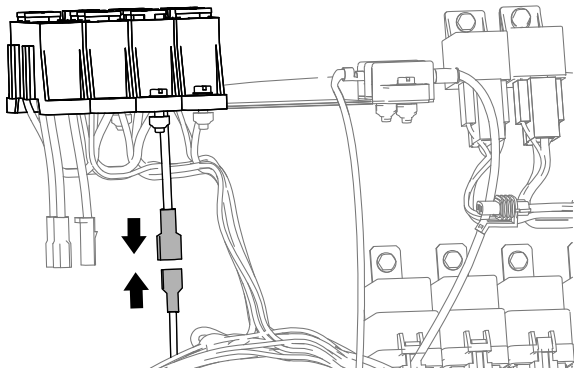

Рисунок 21
1. На машинах, имеющих на блоке предохранителей гнездо с плоскими контактами, подсоедините разъем с плоскими контактами жгута проводов доводочного комплекта к гнездовому разъему блока предохранителей машины (Рисунок 21).